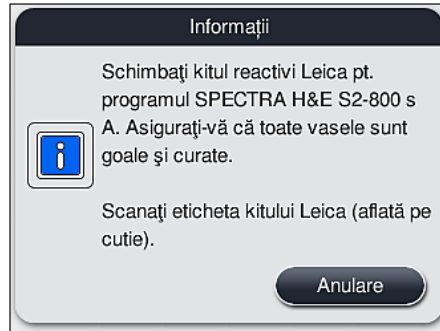

Fig. 57
1. Când apare un mesaj de informare (→ "Fig. 57") pe ecran, mențineți eticheta de ambalaj în fața senzorului RFID din partea frontală a instrumentului (→ "Fig. 58-1") pentru a o scana.
- Scanarea kitului de reactivi Leica poate fi anulată numai prin utilizarea butonului **Anulare** din mesajul prezentat în (→ "Fig. 57") și înainte de a începe să se citească în eticheta de ambalaj, fără ca setul de reactivi Leica să expire.